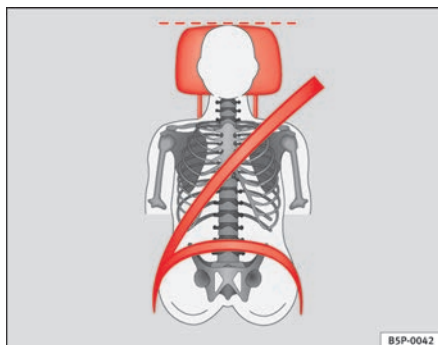
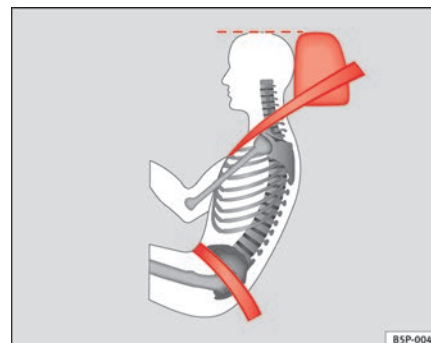

Abb. 83 Von vorne betrachtet: richtig eingestellte Kopfstütze und korrekter Gurtbandverlauf
Abb. 84 Von der Seite betrachtet: richtig eingestellte Kopfstütze und korrekter Gurtbandverlauf
- Stellen Sie die Kopfstütze so ein, dass die Oberkante der Kopfstütze sich auf einer Höhe mit dem oberen Teil Ihres Kopfes befindet ⇒ **Abb. 83** und ⇒ **Abb. 84**.